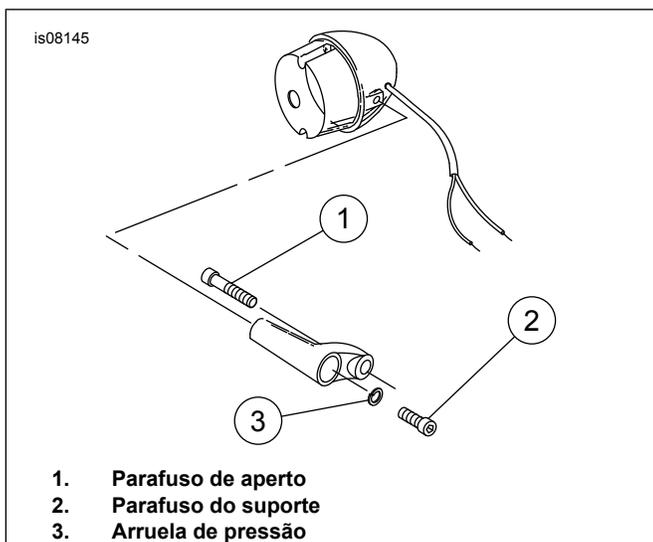

Figura 1. Montagem do garfo da luz direcional superior
- Veja Figura 1. Remova o parafuso de aperto do tubo interno que fixa o conjunto da luz direcional direita no garfo superior. Descarte o parafuso.